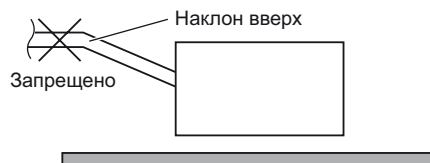

Рис.3-12
- Не устанавливайте трубу с наклоном вверх от соединения с портом. Это приведет к обратному потоку дренажной воды и утечке из блока, когда он не работает. (Рис. 3-12)